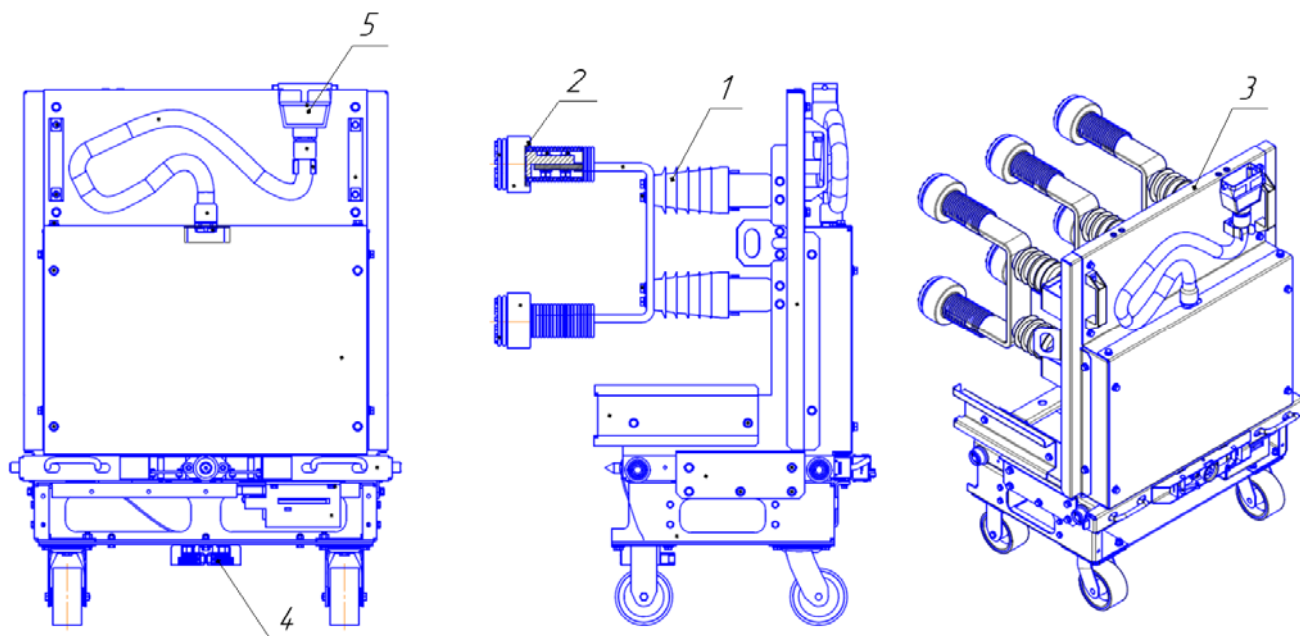

Рисунок 7 Выкатной элемент с разъединителем
- выкатной элемент секционного разъединителя (Рисунок 7);